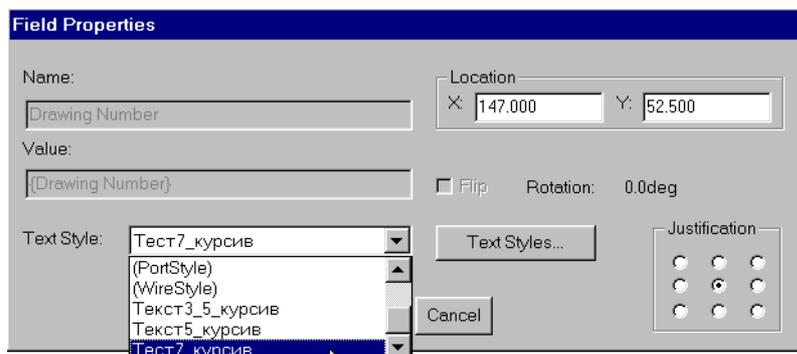

Рис. 4-16. Изменение стиля текста для поля
4) На панели **Field Properties** (рис. 4-16) в окне со списком **Text Style** выберите стиль текста `Текст7_курсив` с высотой букв 7 мм